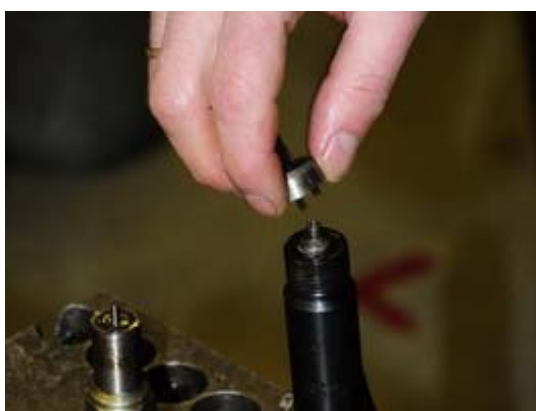

Рис. 3.241 – Снятие штанги, пружины, шарика
5. Вынуть штангу 6, пружину 7 форсунки, тарелку 9 пружины и шарик 10 (рис. 3.241).